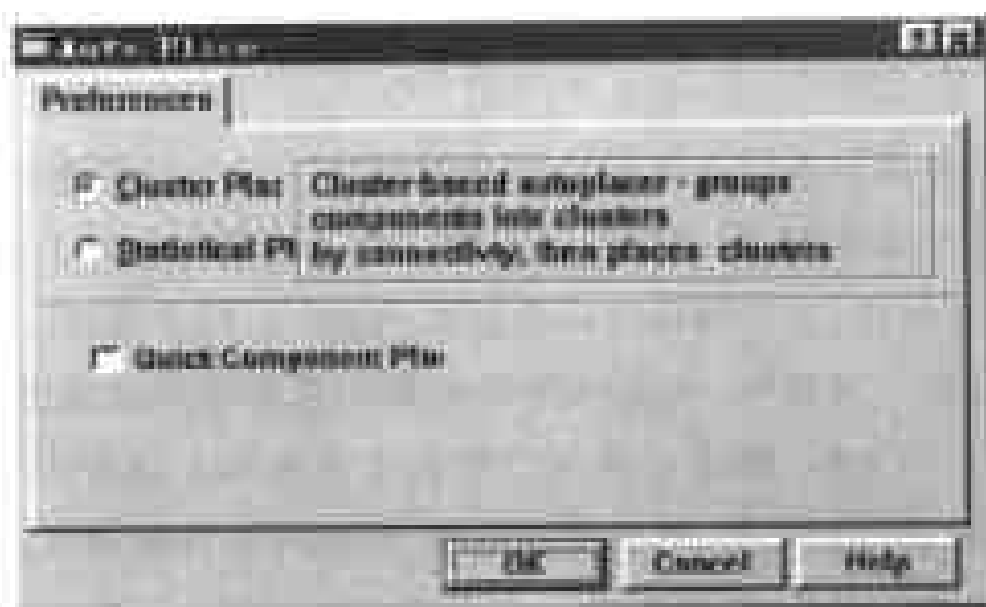

图 8-26 设置自动布局的对话框
(1) 将网络表和元件导入电路板之后, 选择 Tools > Auto Place, 弹出如图 8-26 所示的对话框。
(2) 在该对话框上部提供了两个单选钮: